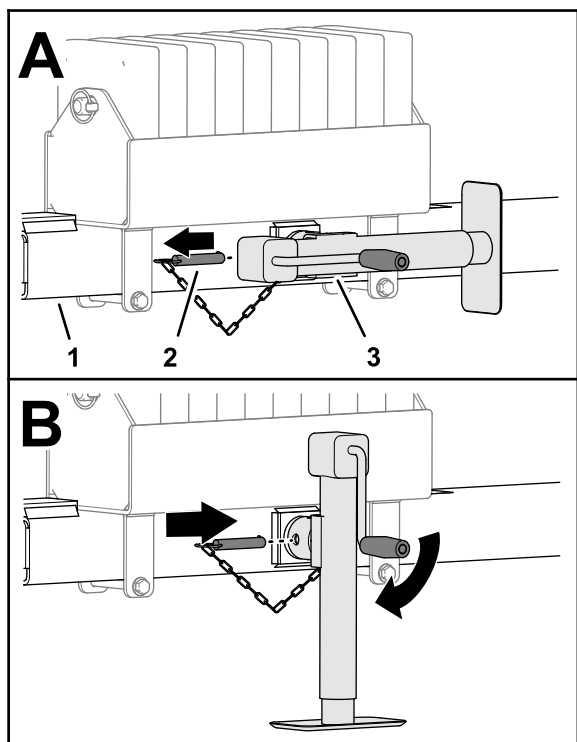

Figura 27
1. Rimuovete il perno che fissa il cavalletto al tubo dell'attacco di traino e rimuovete il cavalletto; fate riferimento alla Figura 27 in Supporto della parte anteriore della macchina con il cavalletto (pagina 29).
4. Rimuovete il perno che fissa il cavalletto al tubo dell'attacco di traino (Figura 27).